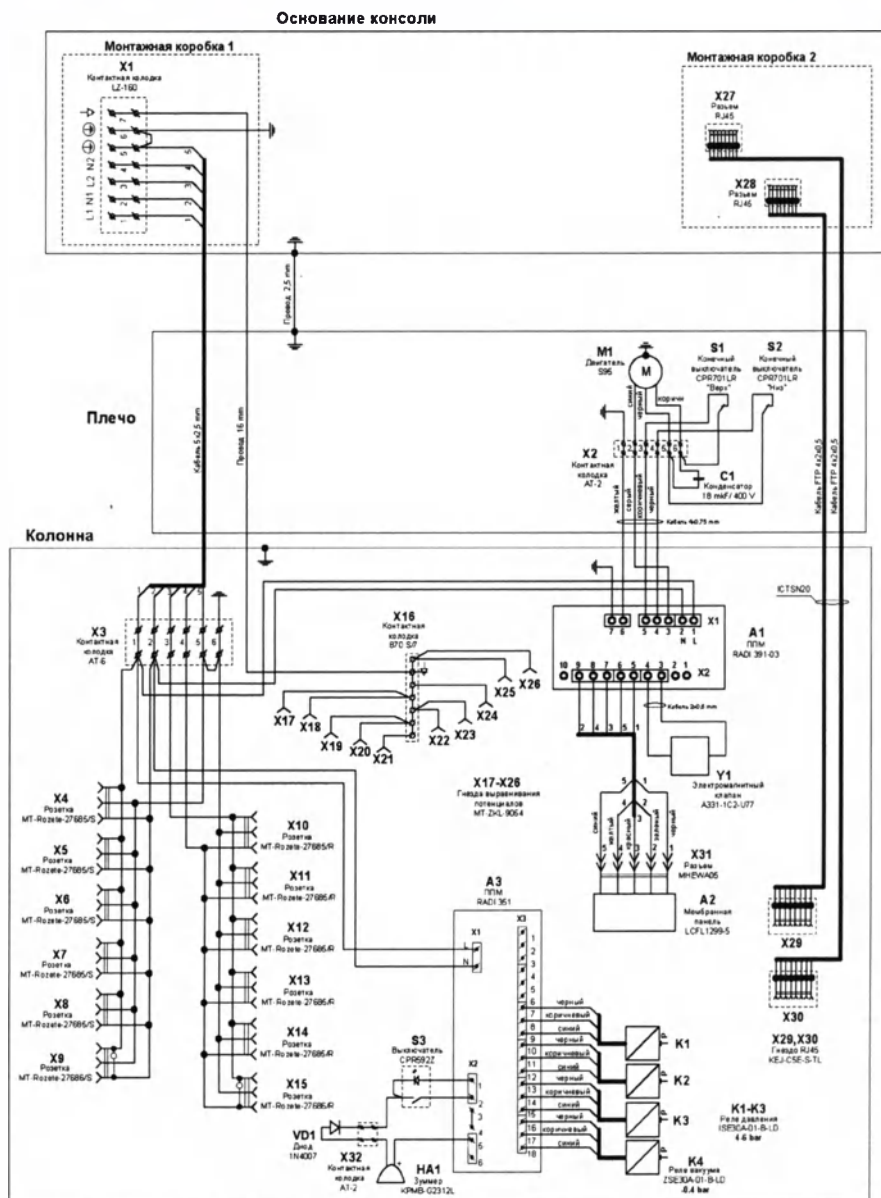

Рис. 7 Электрическая схема потолочной консоли
- 6.5. Полная пневматическая схема консоли приведена на Рис. 6, электрическая - на Рис. 7. Медгазы, сжатый воздух и вакуум при подсоединении их внешних магистральных трубопроводов к вентилям, по соединительным шлангам поступают на соответствующие клапаны приборной колонны (Рис. 1). Сжатый воздух (5 бар) также подается на пневмоцилиндры, управляющие пневмотормозами поворотного плеча. Схема электропитания (Рис. 7) состоит из 8 розеток X4÷X11. К розеткам X8÷X11 подводится сеть резервного электропитания.
7.2. Магистральные трубопроводы медгазов, сжатого воздуха и вакуума подводятся по пневматической схеме (Рис.7) в последовательности согласно маркировке назначения на основании консоли. Провода электропитания и информационных сигналов подводятся к соответствующим монтажным коробкам (Рис. 2, Рис. 3). по
7.2. Магистральные трубопроводы медгазов, сжатого воздуха и вакуума подводятся по пневматической схеме (Рис. 7) в последовательности согласно маркировке назначения на основании консоли. Провода электропитания и информационных сигналов подводятся к соответствующим монтажным коробкам (Рис. 2, Рис. 3). по
8.1. Магистраль трубопроводов медицинских газов, сжатого воздуха и вакуума подсоединены к вентилям, расположенным на основании консоли (Рис. 2), которое закреплено к потолочному перекрытию. Там же расположены контактные колодки подключения электропитания (X1) (см. Рис. 3 и Рис. 7). Основание консоли закрыто декоративным кожухом. Подход к вентилям и колодкам подключения электропитания и информационных сигналов (при их наличии) возможен после снятия кожуха, который состоит из двух частей соединенных винтами. Положение декоративного кожуха на несущей трубе фиксируется двумя полукольцами. Для снятия кожуха необходимо: